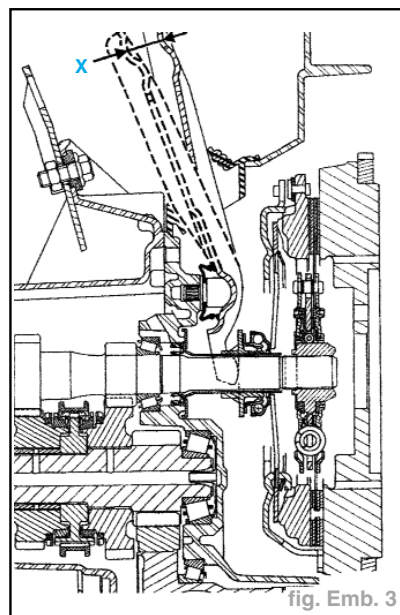

fig. Emb. 3
- Vérifier la course de débrayage (fig. Emb. 3).
- Vérifier la course de déplacement de la fourchette (cote X). (fig. Emb. 3)